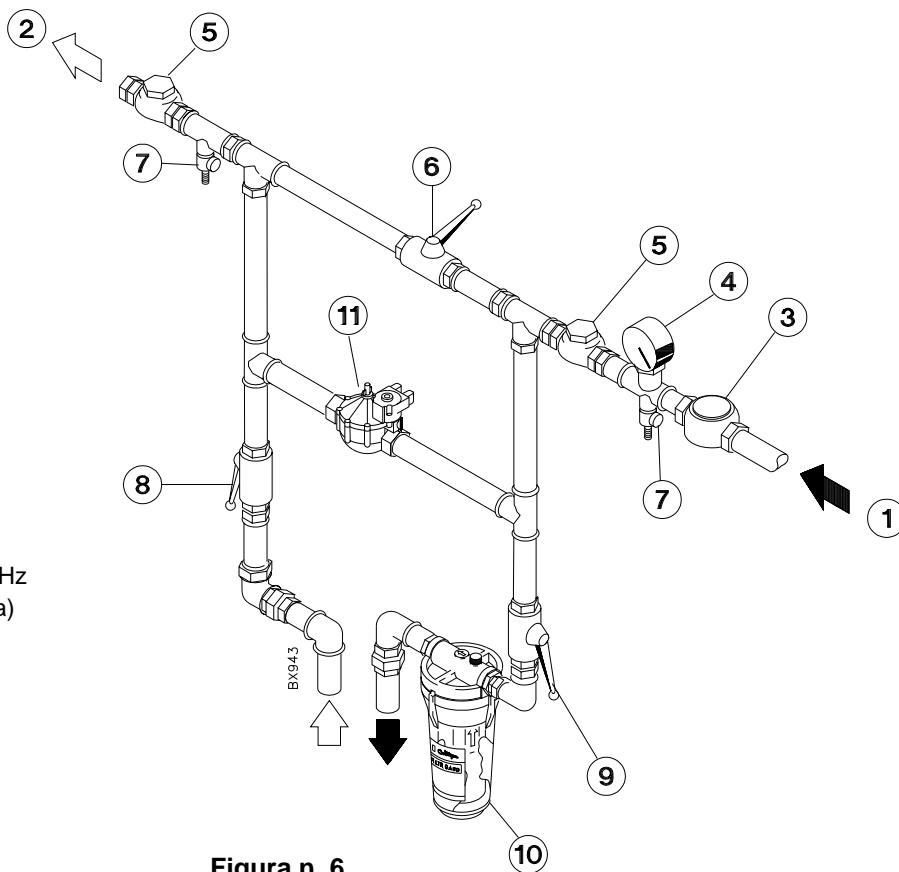

Figura n. 6
2) Richiesta d'acqua al servizio anche nelle fasi della rigenerazione a portata superiore ai 15-20 l/minuto (rif. Figura n. 6)